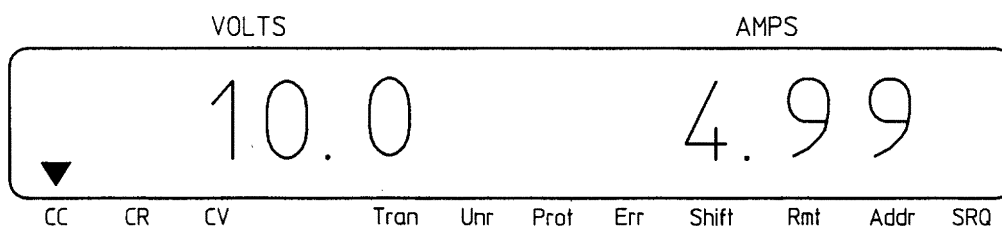

図3-6. 電源テスト・ディスプレイ
4. 本器に5Aの電流が流れ、CCモードで動作していることを確認します。電源はCVモードで動作していなければなりません。本器のフロント・パネルのディスプレイは、一例として図3-6のようになります。